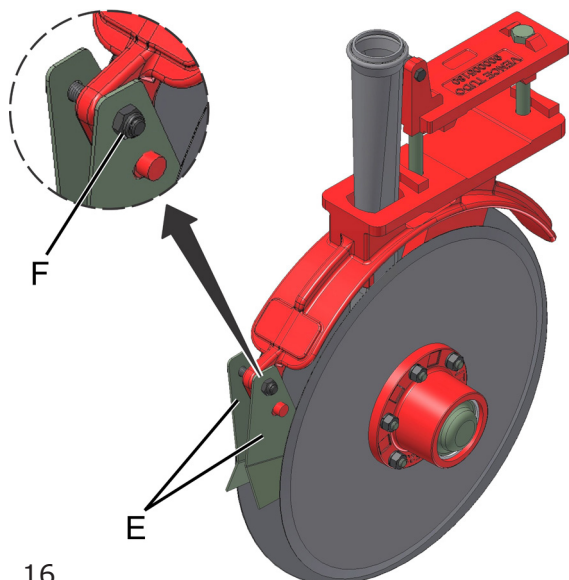

fig. 16
Realize periodicamente a regulagem dos limpadores (E) (fig. 16) dos discos duplos defasados. Para fazer o ajuste dos limpadores, aperte o parafuso e porca (F). Ajuste de tal forma que mantenha a eficiência de limpeza. Não aperte em demasia para não ocasionar desgaste excessivo nos limpadores (E).